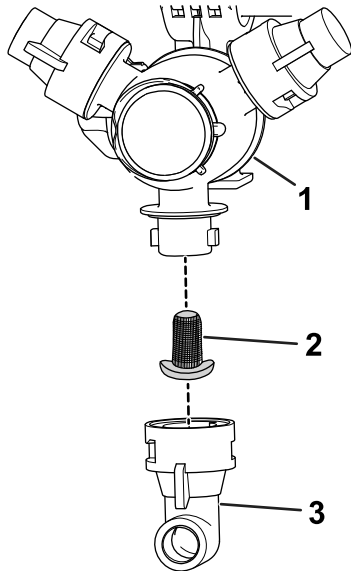

Figura 107
2. Retire o bico da cabeça de pulverização (Figura 107).
3. Retire o filtro do bico antigo (Figura 107).
4. Instale o novo filtro do bico (Figura 107).
5. Instale o bico na cabeça de pulverização (Figura 107).